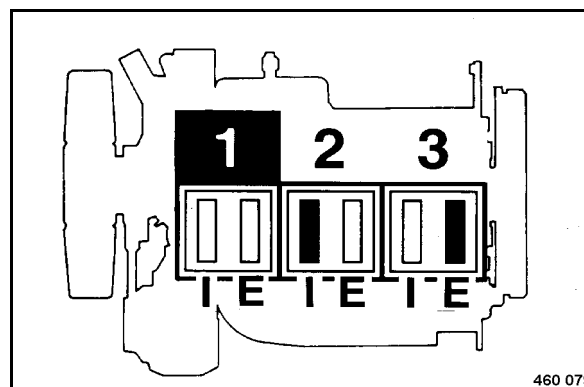

Fig. 162
### Position 1 de l'arbre de vilebrequin (Fig. 162)
- Contrôler les soupapes repérées en noir (Fig. 162) aux cylindres 1, 2 et 3 et les régler si nécessaire.